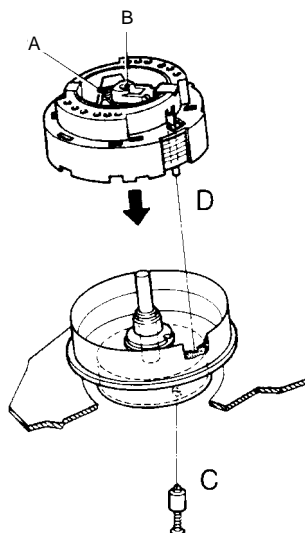

Fig. 7
- Introduire le goujon de calage "C" joint à chaque tambour de têtes de rechange) par l'orifice sous le moteur de tambour et tourner le tambour de têtes jusqu'à ce que le goujon s'enclenche dans l'orifice du rotor (Fig. 7).
- Insert the reference pin "C" (delivered with each service headwheel) into the hole of the scanner motor and turn the headwheel until the pin locks into the hole of the rotor (Fig. 7).